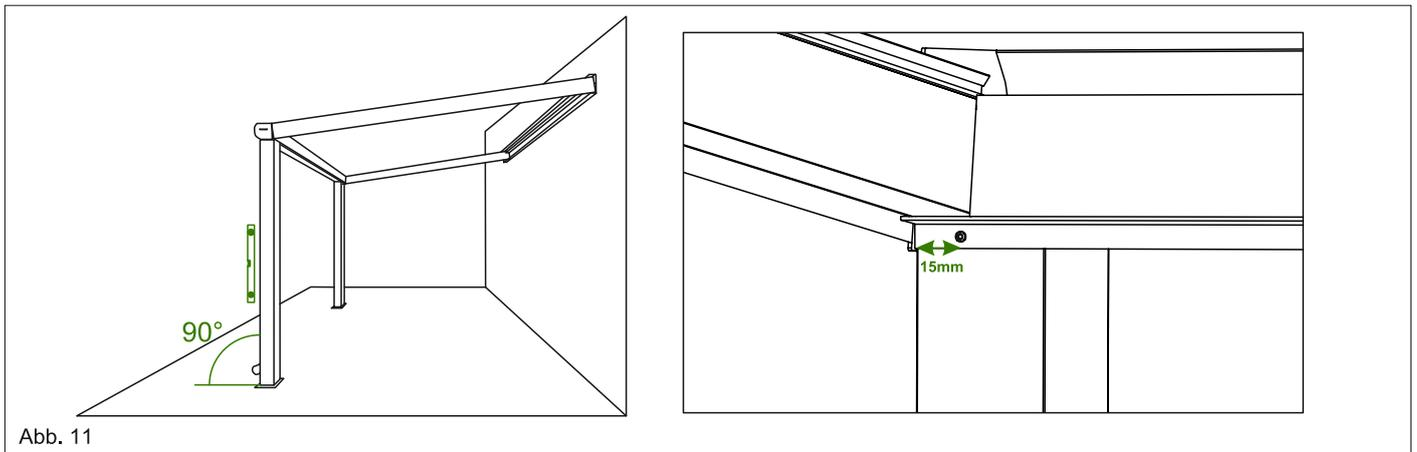

Abb. 11
6. Wenn die Neigung und Winkel in perfekter Position sind, verschrauben Sie die Randsparren an dem Wandprofil und der Rinne mit weiteren Bohrkopfschrauben (19mm Lang). Siehe Abb. 11.
**A) B) 9.** Auch diesen Pfosten mit einer Bohrkopfschraube (19mm) an der Rinne festschrauben. Ebenfalls mit 15mm Abstand von dem Rinnenrand. Siehe Abb. 11.